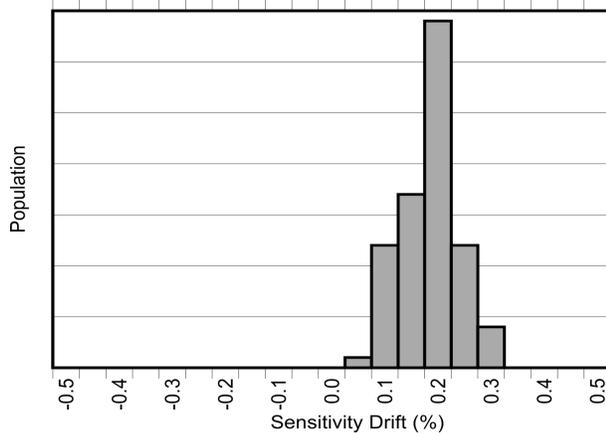
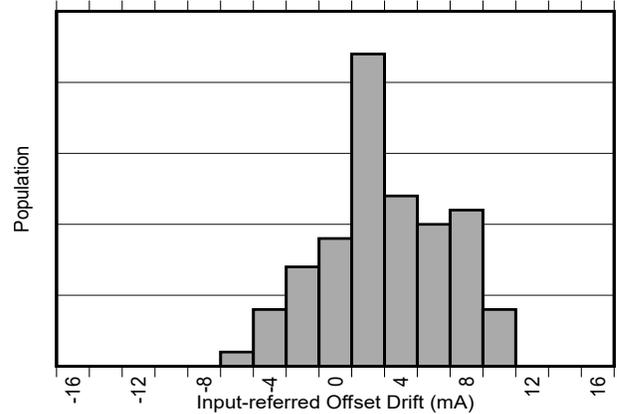

図 8-3. AEC-Q100 高温動作寿命ストレス テスト後の感度誤差ドリフト
図 8-4. AEC-Q100 高温動作寿命ストレス テスト後の入力換算オフセットドリフト
一般的な磁気電流センサでは、温度ドリフトが大きいことに加え、デバイスの寿命全体の経年劣化により、感度に 2%～3%のドリフトもさらに影響されます。TMCS1126-Q1 で温度ドリフトを低減するために使用されているのと同じ独自の補償技法も使用されます。これにより、特に動作温度が高いときに、ストレスや環境条件による経年変化による寿命ドリフトを大幅に低減できます。電気的特性に示すように、TMCS1126-Q1 は標準 3 ロットの AEC-Q100 認定において、130°C、相対湿度 (RH) 85% での高度加速ストレス試験 (HAST) の後、業界をリードする寿命感度ドリフトを実現しています。AEC-Q100 認定の規定に準じた 1000 時間に及ぶ 125°C の高温動作寿命ストレス テストの後、電気的特性 で規定される範囲内の低感度およびオフセットのドリフトも確認されています。これらのテストは、デバイスの寿命全体での標準的な動作を模倣しており、標準的な磁気電流センサに比べて経年劣化によるデバイス性能の変動が大幅に改善されることを示しています。AEC-Q100 に規定されている 1000 時間 125°C 高温動作寿命ストレステスト後の感度およびオフセットドリフトを、図 8-3 および 図 8-4 に示します。デバイスの動作性能は、デバイスの寿命全体にわたって変化します。このテストは、デバイスの寿命全体にわたる標準的な動作を模倣しており、標準的な磁気センサに比べてデバイスが性能を大幅に向上する可能性があることを示しています。